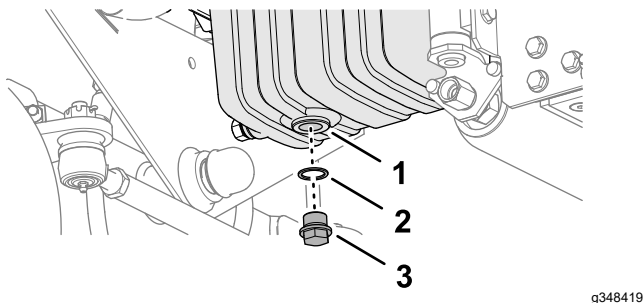

Figure 66
3. Enlevez le bouchon de vidange et laissez couler l'huile dans un bac de vidange (Figure 66).